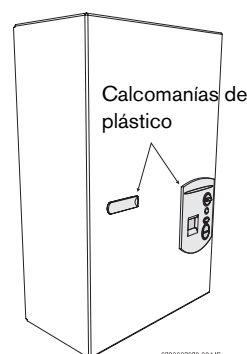

Fig. 3 Retirada de la cubierta frontal
frontal de la unidad una vez terminada la instalación. Véase la Fig. 3
- Afloje los dos tornillos Philips situados en el panel frontal (debajo de las calcomanías protectoras de plástico si ya están colocadas, véase la Fig. 3)